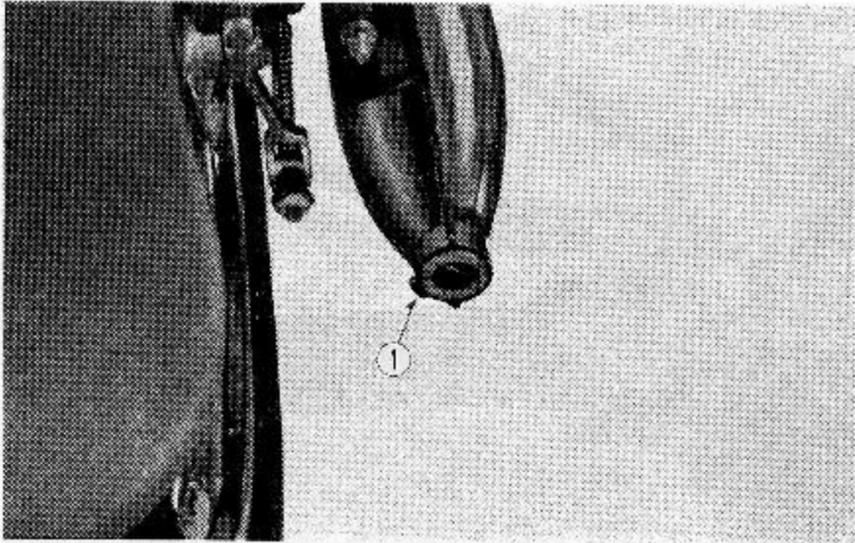

Abb. 6.28 Flötenrohr ausbauen
- a. Sechskantbolzen am Auspuffende lösen und das Flötenrohr herausziehen. (Abb. 6.28)